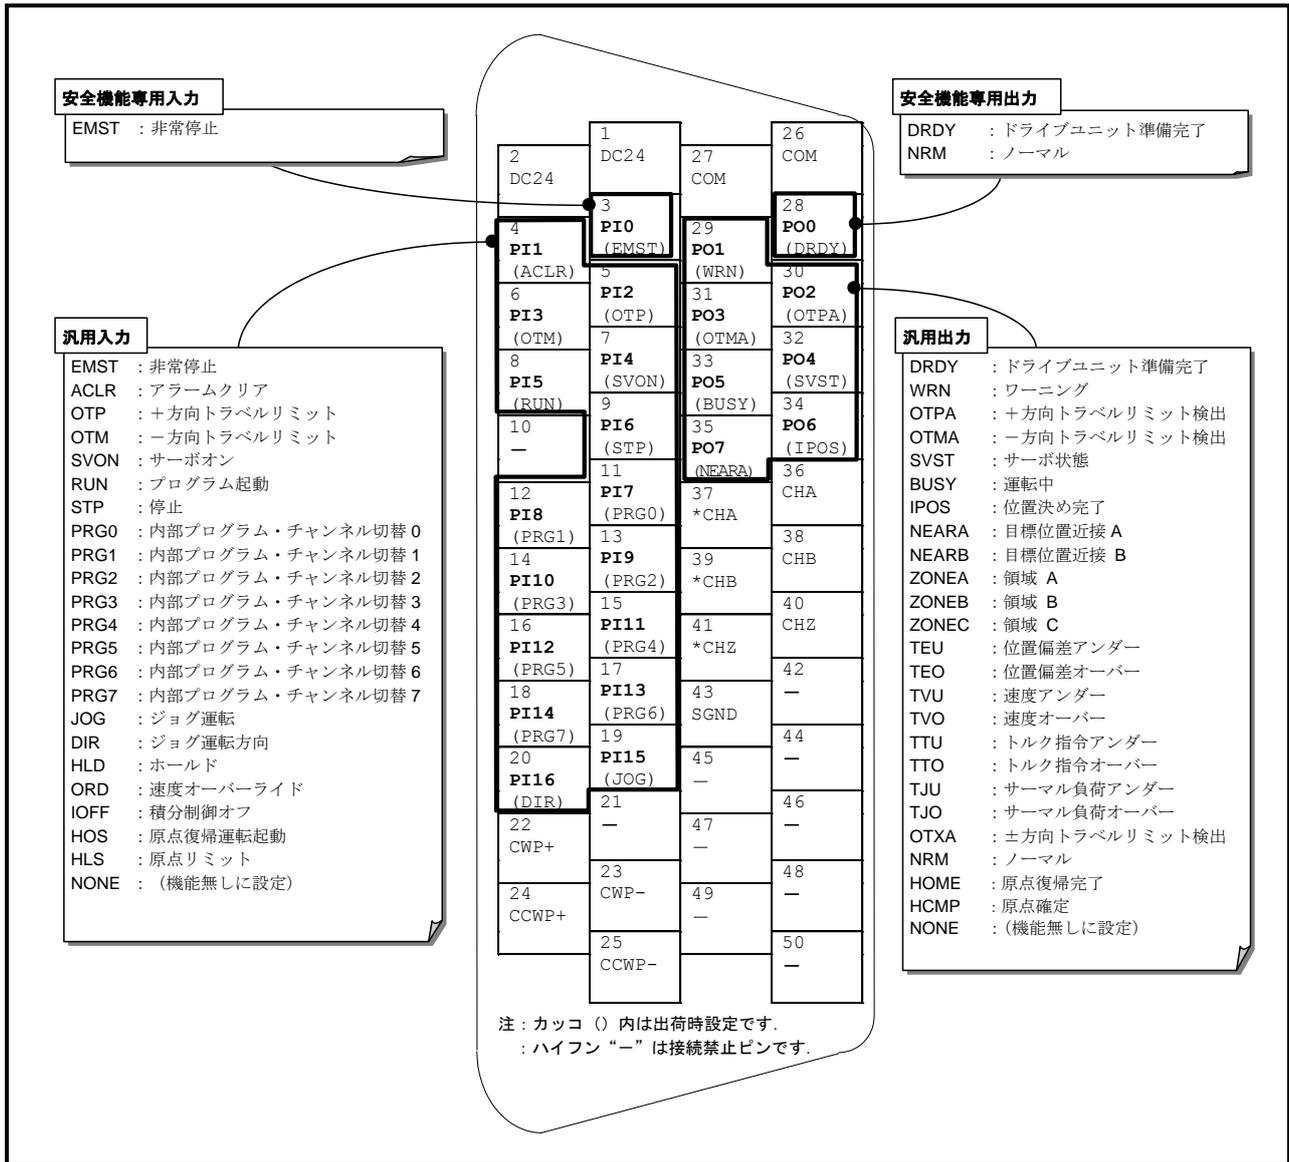

図 2-22 : CN2 ピン配列
- CN2 : 制御入出力コネクタ のピン配列を「図 2-22 : CN2 ピン配列」に示します。(工場出荷時の状態)